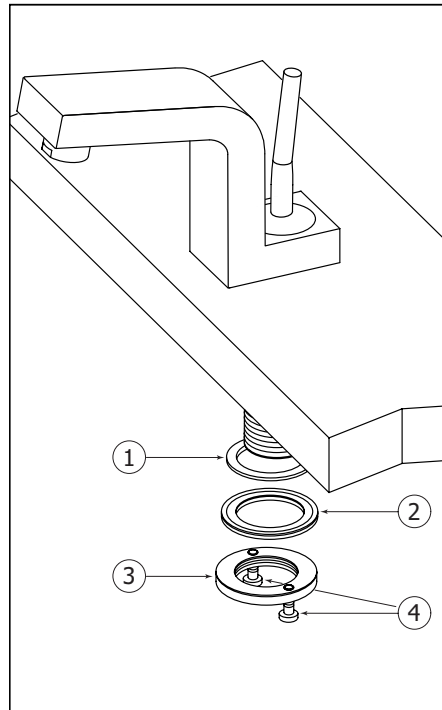

Fig.2
Insert the faucet into the hole (Ø 1-3/8") of the sink or countertop as shown (Fig.2). Place the rubber ring (1), metal ring (2), metal nut (3). Secure with the two screws. (4).
Insérer le robinet dans le trou (Ø 1-3/8") du lavabo ou du comptoir tel qu'illustré (Fig.2). Placez la bague en caoutchouc (1), l'anneau métallique (2) et écrou en métal (3). Sécuriser avec les deux vis. (4).